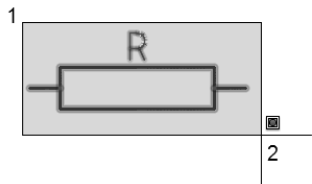

图 8-13 选择整个电阻图形和属性定义
9) 在“对象”选项组中单击“选择对象”按钮, 分别指定角点 1 和角点 2 以使用窗口选择方式选择整个电阻图形和属性定义, 如图 8-13 所示, 按〈Enter〉键, 返回至“块定义”对话框。